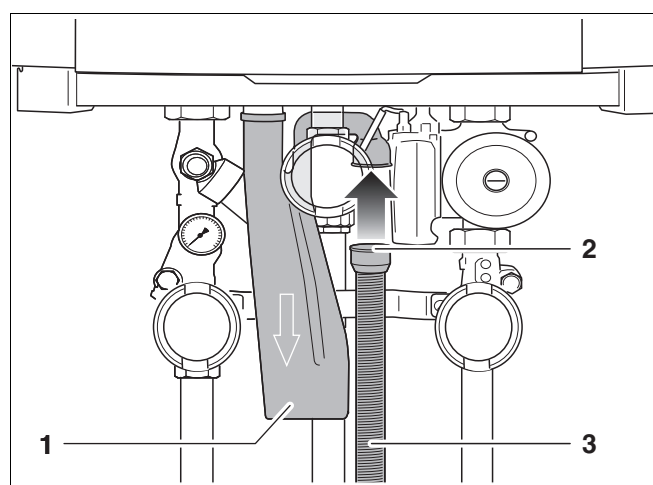

Bild 19 Montera brunnslangen
- Montera brunnslangen (bild 19, pos. 3) och gummimanschetten (bild 19, pos. 2) på sifonen (bild 19, pos. 1).